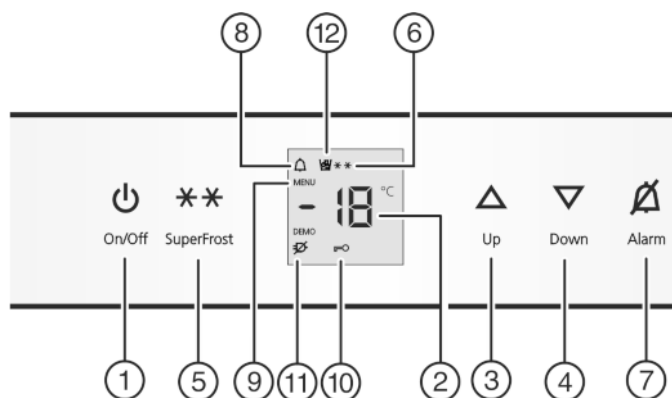

Fig. 2
- ▶ Taste On/Off *Fig. 2 (1)* drücken.
- ▶ Einstellmodus aktivieren: Taste SuperFrost *Fig. 2 (5)* ca. 5 s drücken.
- ▷ Das Symbol Menu *Fig. 2 (9)* leuchtet.
- ▶ Die Taste SuperFrost *Fig. 2 (5)* kurz drücken, um zu bestätigen.
- ▶ Zum Einschalten der Kindersicherung Taste **cI** SuperFrost *Fig. 2 (5)* kurz drücken.
- ▷ Das Symbol Kindersicherung *Fig. 2 (10)* leuchtet. In der Anzeige blinkt **c**.
- ▶ Zum Ausschalten der Kindersicherung Taste SuperFrost *Fig. 2 (5)* kurz drücken.
- ▷ Das Symbol Kindersicherung *Fig. 2 (10)* erlischt. In der Anzeige blinkt **c**.
- ▶ Einstellmodus deaktivieren: Taste On/Off *Fig. 2 (1)* drücken.
- ▶ Taste Alarm *Fig. 2 (7)* drücken.
Gleichzeitig blinkt die Temperaturanzeige und das Symbol Alarm *Fig. 2 (8)*.
Der Tonwarner verstummt automatisch, das Symbol Alarm *Fig. 2 (8)* geht aus und die Temperaturanzeige hört auf zu blinken, wenn die Temperatur wieder ausreichend kalt ist.
- ▶ Temperatur wärmer einstellen: Einstelltaste Up Fig. 2 (3) drücken.
- ▶ Temperatur kälter einstellen: Einstelltaste Down Fig. 2 (4) drücken.